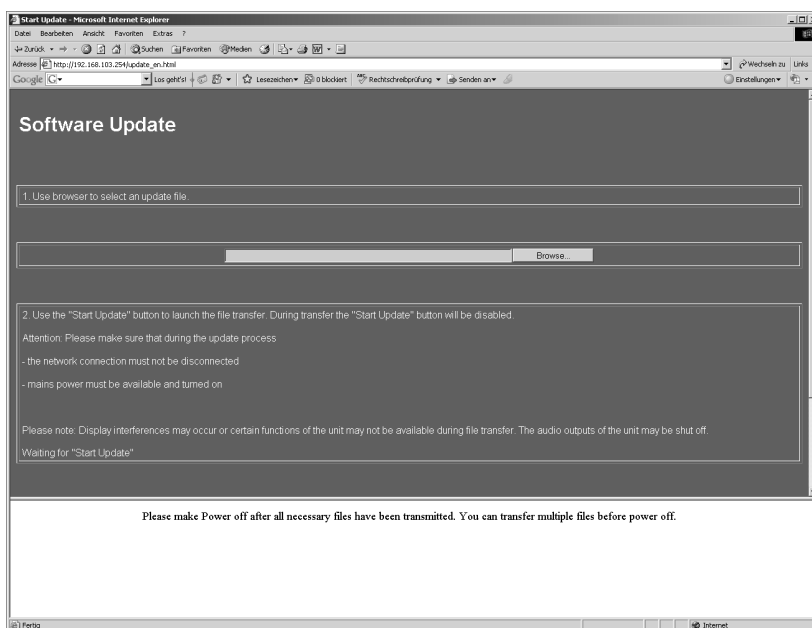

Bild 8-10: Ende des Daten-Transfers der gewählten Update-Datei
8. Erscheint in der Statusleiste die Meldung „Please make power off after all nessecary files have been transmitted. You can transfer multiple files before power off“ ist der Transfer der ersten Datei abgeschlossen (siehe Bild 8-10). Aber schalten Sie **noch nicht** den SurroundControl aus! Fahren Sie mit Schritt 9 auf der nächsten Seite fort.